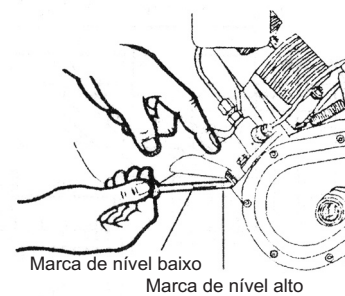

Fig. 1
1.2- O óleo lubrificante deve ser armazenado em um recipiente limpo e vedado para evitar a entrada de sujeira. Antes de adicionar o óleo, retirar a vareta de medição e colocar óleo limpo no cárter (Fig. 1). A quantidade de óleo adicionada no cárter deve ficar entre as duas linhas marcadas na vareta de medição.